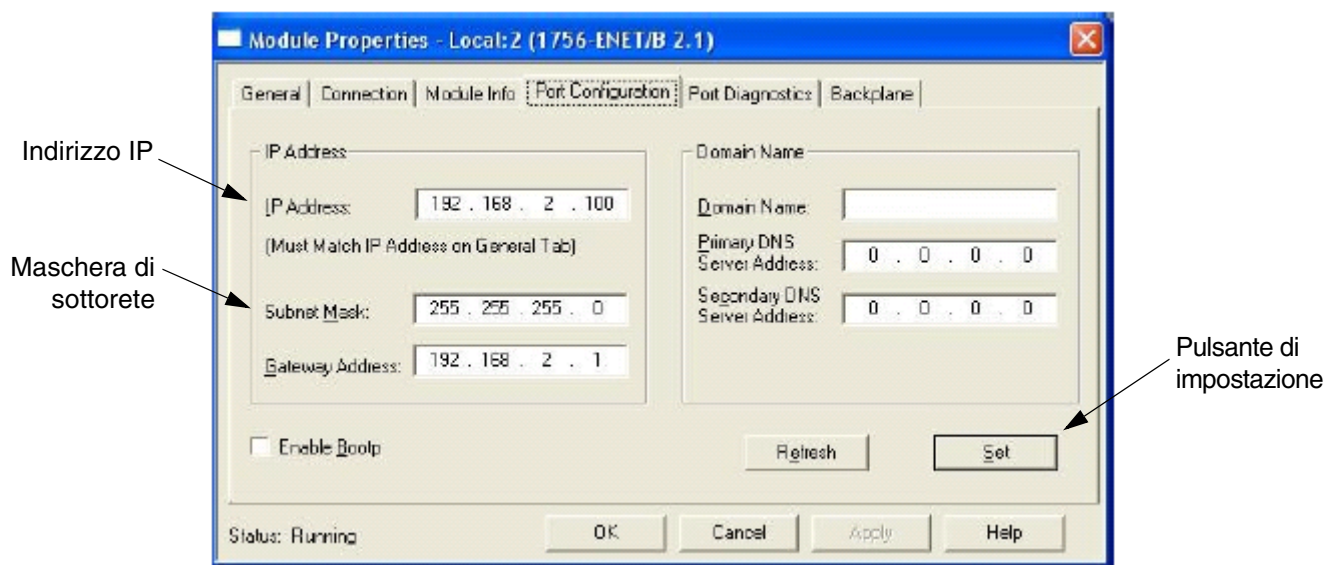

FIG.70. Finestra di configurazione della porta
- h. Selezionare la scheda Port Configuration dalla finestra Module Properties. Vedere la FIG.70.